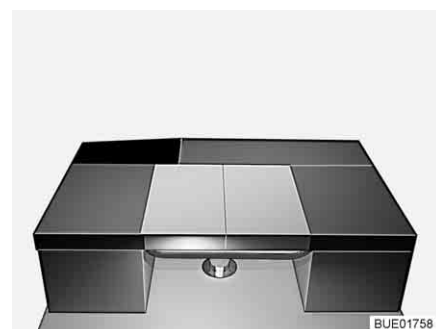

Fig. 143 Après la transformation
- Placer le coussin de dossier de la banquette latérale en long sur la table (voir Fig. 143).